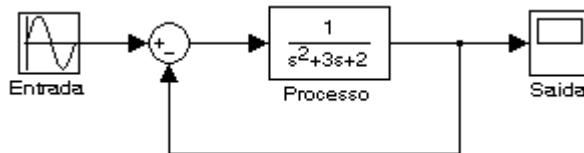

Figura 8.12: Sistema da atividade 8.2 a)
- a) Simule o comportamento do sistema da figura 8.12 para uma entrada senoidal de 5 rad/s.